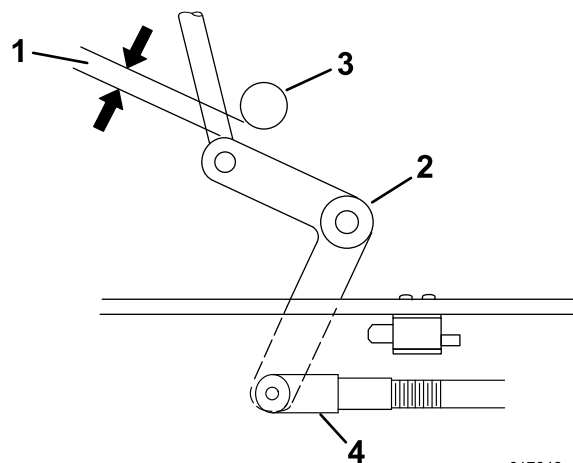

Figure 50
4. Ajustez la longueur de la timonerie de sorte que l'extrémité la plus basse du levier coudé passe juste le renfort de support de l'essieu (Figure 50).
9. Desserrez l'écrou contre la chape (Figure 50).